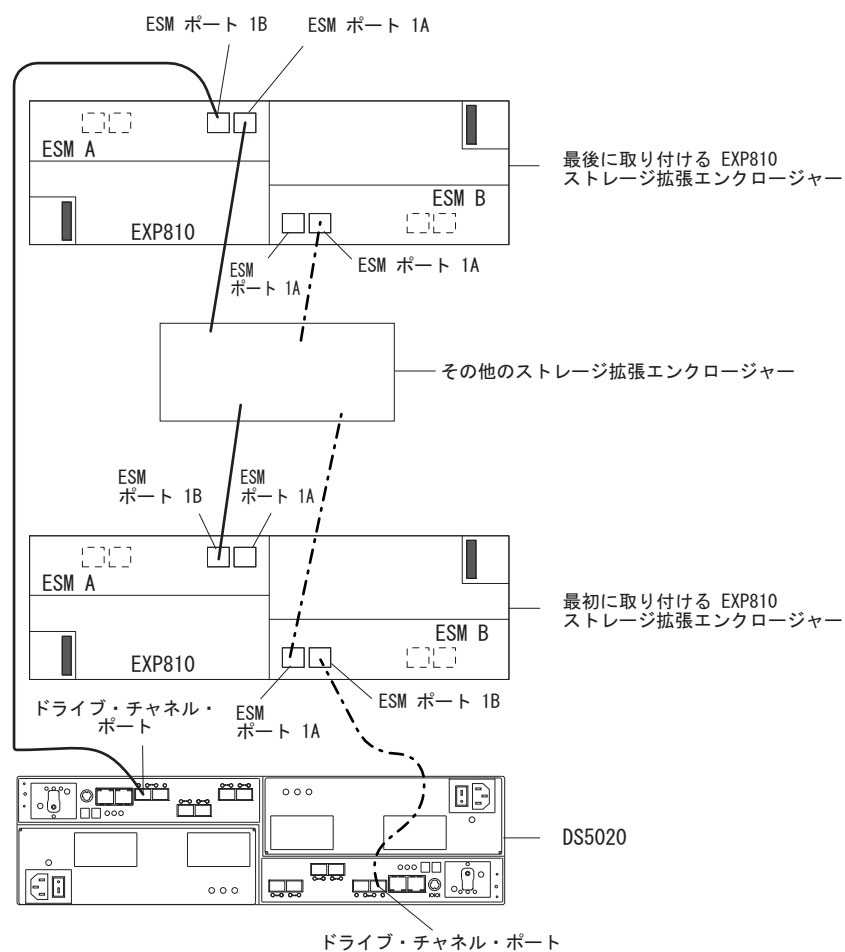

図 45. 1B とラベルされた EXP810 ESM ポートに接続された DS5020 ドライブ・ポート
10. DS5020 ストレージ・サブシステム・コントローラーのコントローラー・ドライブ・ポートは、常に、DS5020 ストレージ・サブシステムに接続された冗長ドライブ・チャンネル/ループのペアにある EXP810 の左右両方の ESM で 1B とラベルが貼られたポートに接続する必要があります。85 ページの図 45 に、ポートの位置が示されています。